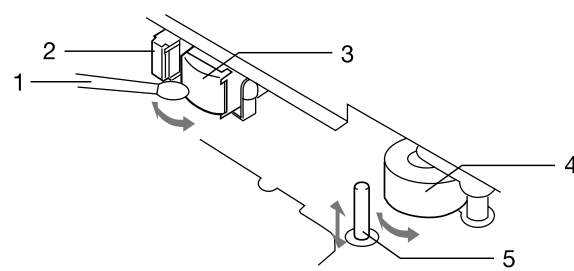

Fig. 9
Para asegurarse de un buen funcionamiento, utilice un bastón de algodón (1) humedeciéndolo con limpiador de cabezales para limpiar los cabezales del aparato (2, 3), rodillo presor (4) y cabrestante de arrastre (5) después de cada 10 horas de uso (Fig. 9).